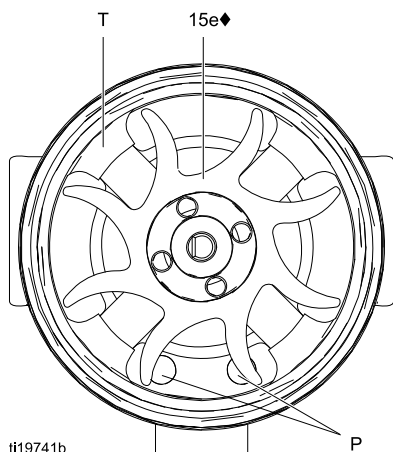
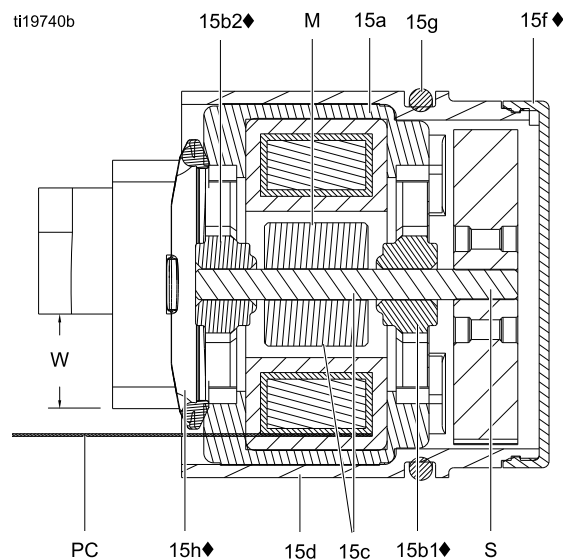

Figure 34 Fläktororientering
Figure 35 Tvärsnitt av omformaren
7. Placera lindningen (15a) på arbetsbänken med fläktänden vänd uppåt. Peta bort fläkten (15e) från axeln (S) med en bredbladig skruvmejsel.
10. Montera det nya undre lagret (15b1♦) på den längre änden av axeln (S). Den planare sidan av lagret måste vända bort från magneten (M). Montera lindningen (15a) så att bladen på lagret ligger jäms med lindningsytan.
12. Placera lindningen (15a) på arbetsbänken med fläktänden vänd uppåt. Tryck på fläkten (15e♦) på den längre änden av axeln (S). Fläktbladen måste orienteras enligt bilden.
13. Tryck försiktigt in lindningen (15a) framänden på huset (15d♦) medan stiftet på lindningen mot spåret i huset. Treledarkontakten (PC) måste placeras under det bredare urtaget (W) på husflikarna, som i bild 35. Kontrollera att riktstiften (P) på lindningen placeras som i bild 34.
14. Vrid fläkten (15e) om så behövs så att den går fri för de fyra lagerflikarna (T) på baksidan på huset. Se till att bladen på undre lagret (15b♦1) passas in mot flikarna.